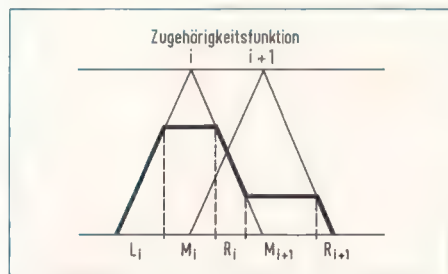

Bild 6. Entscheidungsfindung durch Schwerpunktsberechnung: Zerlegung der Fläche
Im Programm ist die Berechnung nach (11) in der Prozedur *grav-calc* der Datei *FUZZYCTR.INC* zu finden. Nachdem wir mit dieser Gleichung den Schwerpunkt der Kraftverteilungsfunktionen berechnen können, müssen wir uns noch einige Gedanken über die Ermittlung der Anfangs- und Endpunkte der Funktionsabschnitte machen. Das *Bild 6* zeigt, wie man die Gesamtfunktion in die einzelnen Teilabschnitte zerlegen